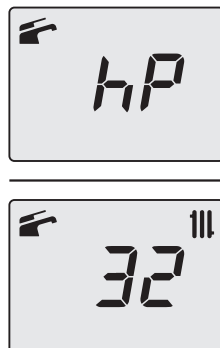

Figura 9.24
- Premendo il tasto 16 (Figura 9.20) è possibile variare la potenza in modalità spazzacamino: con visualizzazione sul display LCD delle lettere **hP** che si alternano con il valore di temperatura dell'acqua di riscaldamento (es.32), siamo in "funzione spazzacamino" alla potenza minima in riscaldamento (Figura 9.24).